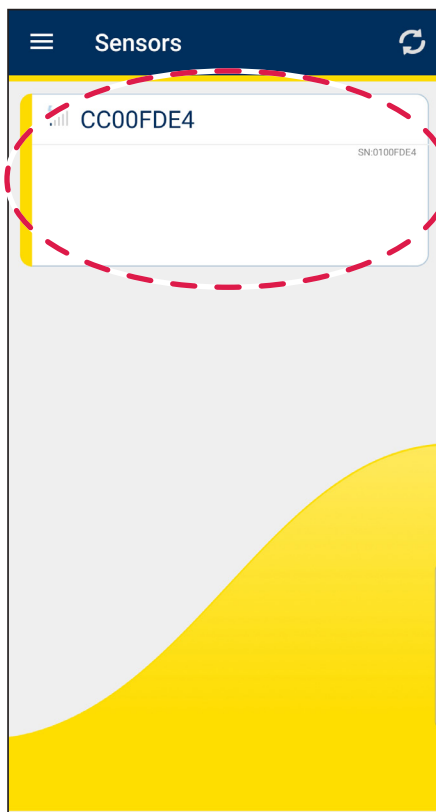

Abbildung 2
1. Wählen Sie den neuen, noch nicht registrierten Sensor aus (siehe Abbildung 2).